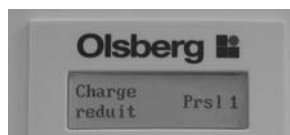

Fig.25
b) En appuyant sur +, vous pouvez choisir la commande de menu „Programme de présélection baisse du niveau de charge “ (Fig. 25) et avec les touches + ou -, vous pouvez choisir un programme (voir tableau 3 „Programme de présélection baisse du niveau de charge“). Vous pouvez ensuite les adapter individuellement au comportement de l'utilisateur par la commande de menu précédemment citée „OK = Modif.“.